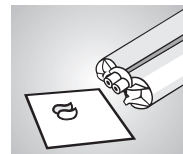

Fig. 3
L'applicazione della resina avviene con l'aiuto del sistema Automix2 (Fig. 2). Dopo l'inserimento della cartuccia nella pistola-dispenser, togliere la chiusura della cartuccia. Spingere fino a fare uscire una piccola quantità di materiale uniforme da ambedue le aperture (Fig. 3). Inserire la cannula di miscelazione sulla cartuccia osservando le guide poste su di essa. Bloccare girando l'una contro l'altra (Fig. 4). Il dosaggio adesso può avvenire individualmente. Dopo l'uso lasciare la cannula di miscelazione sulla cartuccia fino al prossimo impiego. Utilizzare esclusivamente le cannule di miscelazione **tempofit® semi** 10:1 blu!
- Per garantire una miscela omogenea: Prima dell'inserire la cannula di miscelazione, **sempre** fare uscire una piccola quantità di materiale, fino ad ottenere un **flusso omogeneo** della base e del catalizzatore **dalle due aperture** della cartuccia (Fig. 3).